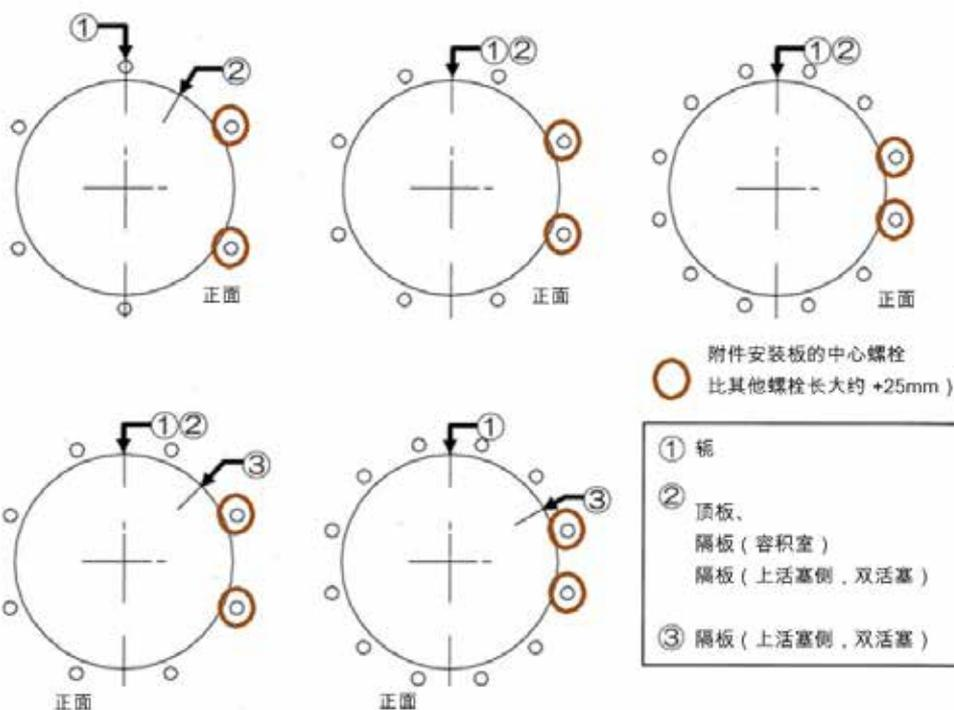

图 19 - 中心螺栓定位
12. 确保空气连接的位置正确。将中心螺栓插入到顶板和轭的孔中。安装弹簧垫圈和螺母并用手稍微拧紧。用手将弹簧垫圈和螺母安装到轭的底侧。确保附件安装板 (如果配备) 中心螺栓 (大约比其他螺栓长 +25 mm) 的位置符合图 19。